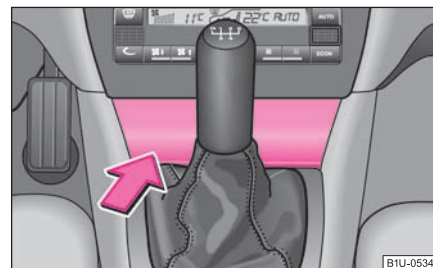

Fig. 83 Consola centrală: Scrumiera față
- Apăsați pe partea de jos a capacului scrumierei, pe săgeată ⇒ fig. 83.